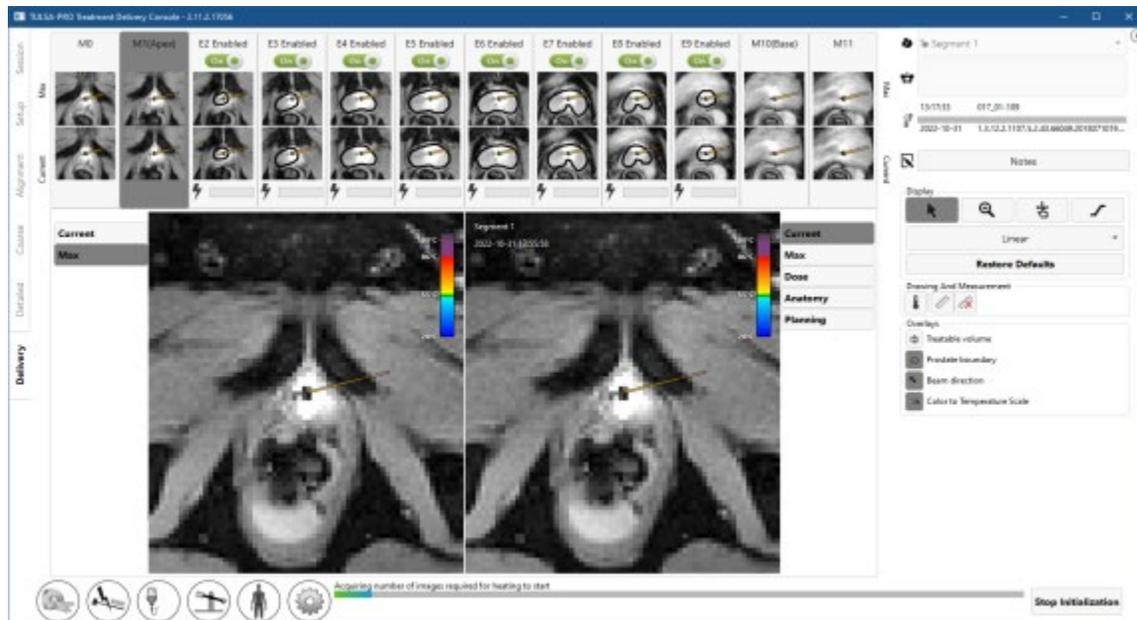

Figura 44: Estado de inicialización del tratamiento
4. **Radiólogo:** Haga clic en **Iniciar tratamiento** en TDC. Una ventana le pedirá que verifique la temperatura corporal central utilizando un dispositivo externo de medición de la temperatura antes de continuar (10). Introduzca la temperatura en grados Celsius y haga clic en **Confirmar**. El software entrará en el estado de **Inicialización del tratamiento**, donde esperará a recibir las imágenes de termometría (figura 44).